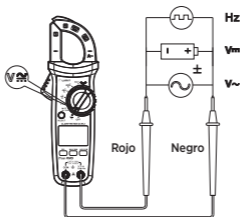

Figura 3
2. Medida de Tensión y Frecuencia de la Tensión en CA y CC (Figura 3)